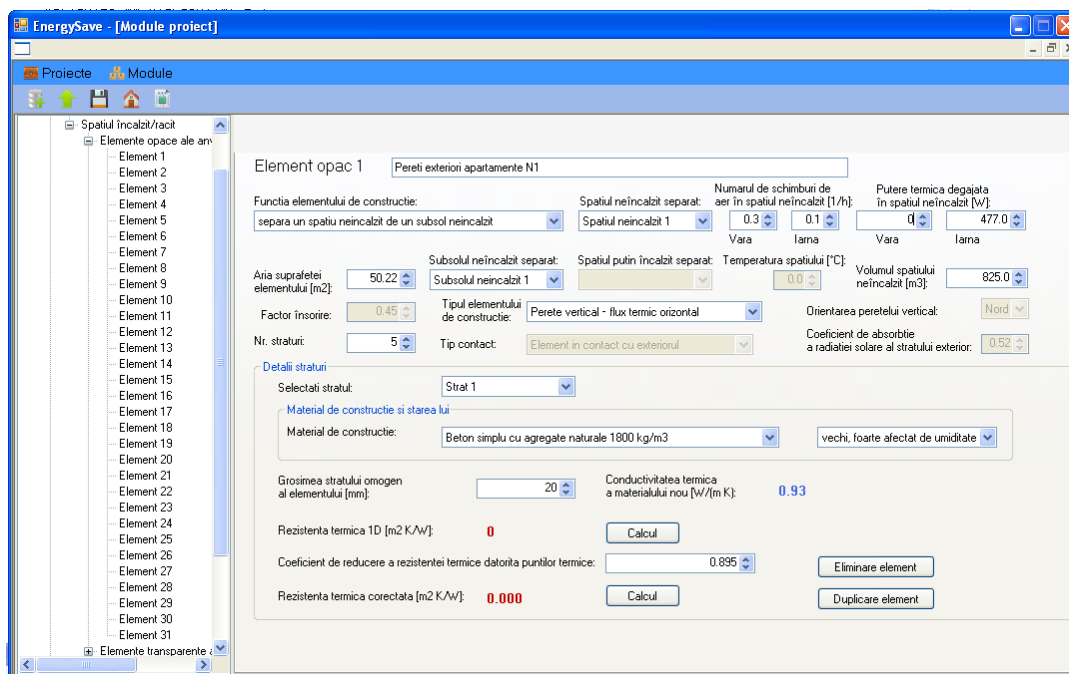

Figura 28. Aspectul ferestrei „Element opac 1” atunci cand „Functia elementului de constructie” este setat pe „separa spatiul incalzit de un subsol neincalzit”.
- Atunci cand se alege „separa un spatiu neincalzit de un subsol neincalzit” (ca in Figura 28), sunt inhibate „Spatiul putin incalzit separat”, „Temperatura spatiului”, „Coeficient de insorire”, „Orientarea peretelui vertical”, „Coeficient de absorbtie a radiatiei solare al stratului exterior” si „Tip contact” – deoarece nici unul dintre tipurile de spatiu descrise in numele acestor controale nu poate fi adiacent „Elementului opac 1” (acestui element ii sunt adiacente numai „Spatiul neincalzit 1” si „Subsolul neincalzit 1”), sau deoarece parametrii denumiti nu sunt aplicabili. In Figura 28 setarile evidentiate arata ca „Elementul opac 1” separa „Spatiul neincalzit 1” si „Subsolul neincalzit 1”, numarul de schimburi de aer dintre „Spatiul neincalzit 1” si „Subsolul neincalzit 1” este de $0,3 \text{ h}^{-1}$ in timpul verii si $0,1 \text{ h}^{-1}$ in timpul iernii, puterea termica degajata in „Spatiul neincalzit 1” este de 0 W in timpul verii si 477 W in timpul iernii, volumul „Spatiului neincalzit 1” este de 825 m^3 .